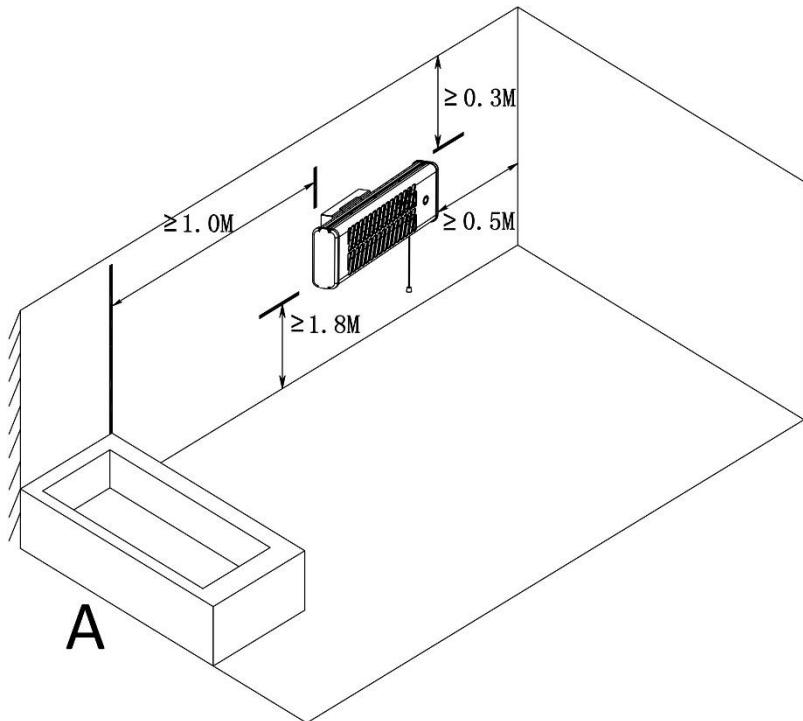
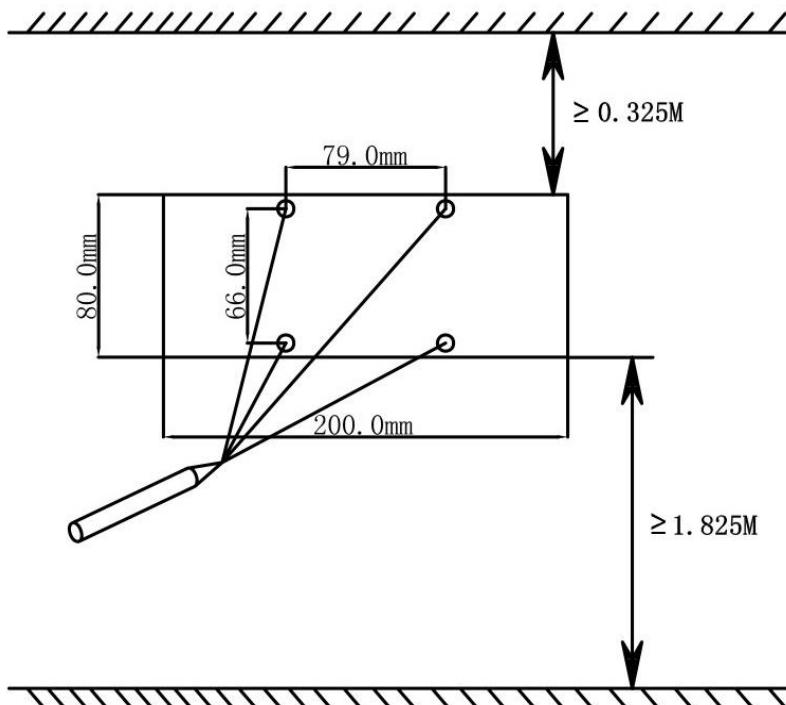

Bild 3
Bild 4
20. Håll säkerhetsavstånden enligt de europeiska standarder och nationella bestämmelser som anges i bild 3.
2. Kvartsröret får endast installeras i ett horisontellt läge. installera inte i tak eller vertikalt. Vid installation, säkerställ det minsta avstånd som anges i bild 3. Värmeelementet måste monteras minst 1 800 mm ovanför golvet, 300 mm under taket och 500 mm från sidovägg(ar).
3. Hitta ett lämpligt läge som inte blockerar åtkomsten till sladdströmställaren och brytaren, respektera alltid säkerhetsavstånden som anges i bild 3. Markera hålen på väggen där värmeelementet ska monteras. Ta mätten i bild 4 som referens. Markera ett kors i mitten av hålet för exakt borrning (se bild 4).